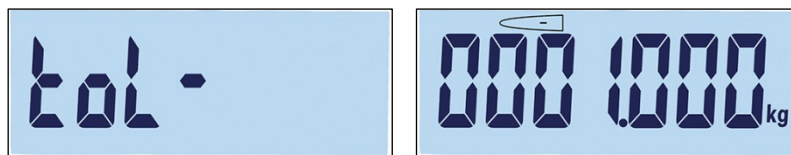

Abbildung 3-48: Bildschirme „tol-“ und Einstellung der negativen Toleranz
4. Als Nächstes erscheint der Bildschirm mit der negativen Toleranz (Tol-), danach der Bildschirm zur Bearbeitung der negativen Toleranz (Abbildung 3-48).